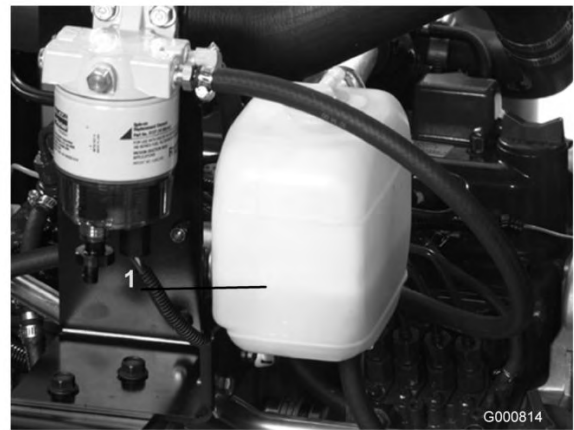

図 33
1. ラジエターと補助タンクのふた (図 33) を注意深く開ける。
2. ラジエターと補助タンク (図 33) の液量を点検する。